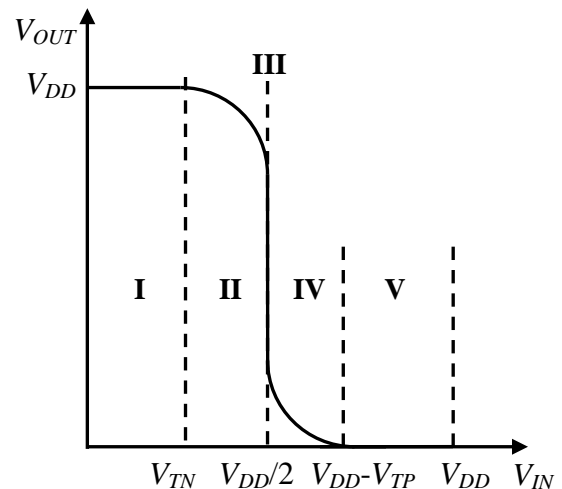

Figura 9
La **característica de transferència** del inversor es mostra a la figura 9. La regió I correspon a  $V_{IN} < V_{TN}$ , on el NMOS està en tall ( $V_{TN}$  és la seva tensió de tall) i el PMOS en òhmica. A la regió II  $V_{IN} > V_{TN}$ , el NMOS està en saturació i el PMOS en òhmica. A la
3. Premeu el botó **X-Y** de l'oscil·loscopi. A la pantalla veureu una imatge semblant a la de la figura 9. Premeu els botons GND dels dos canals i, amb els controls POSITION 2 (o Y-POS. II) i X-POSITION (X-POS.), moveu el punt que apareix a la pantalla al lloc que considereu més convenient per fer les mesures. Aquest serà el nou origen respecte el que farem les mesures de les tensions. Desactiveu els controls GND. Observeu com la funció decau ràpidament per  $V_{IN}=V_{DD}/2$ . Determineu el valor de  $V_{IN}$  pel que  $V_{OUT}$  s'anul·la i **calculeu** el valor de la tensió de tall del PMOS  $V_{TP}$ , a partir de la relació:  $V_{TP} = V_{DD} - V_{IN}$ .